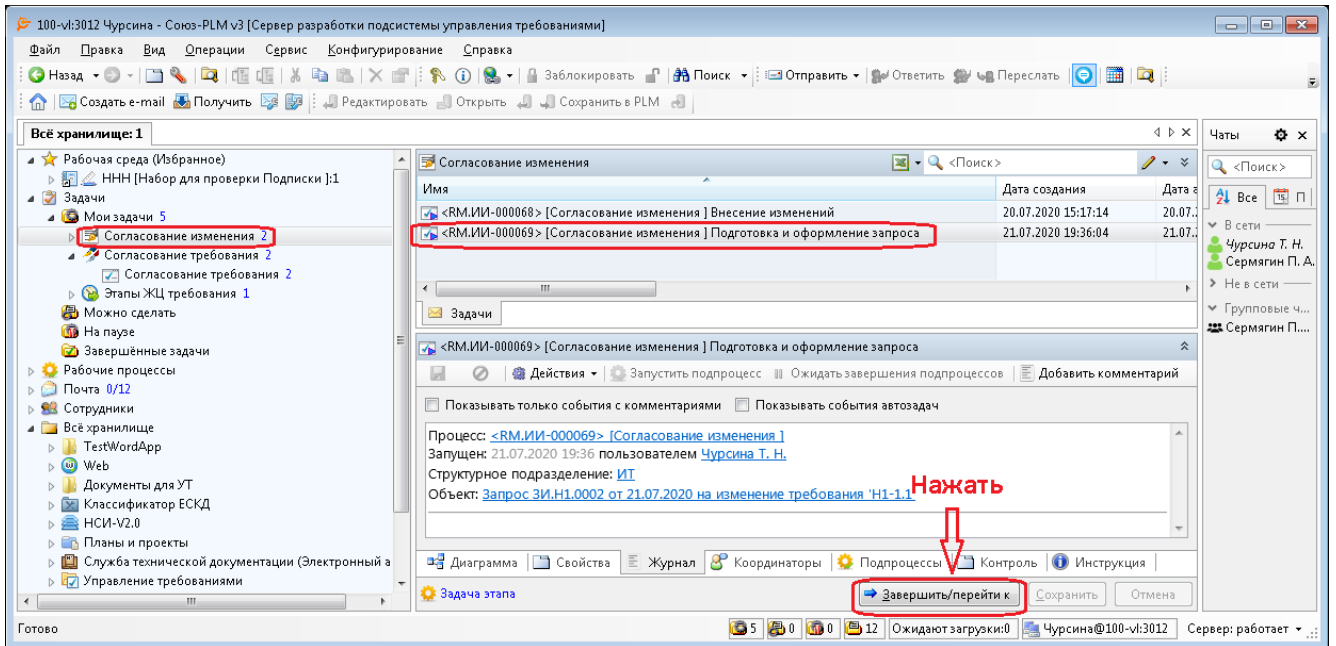

Рисунок 330 — Окно выбора задачи процесса
- в окне «Состав» (правая часть экрана) на закладке «Задачи» выбрать задачу процесса «[Согласование изменения] Подготовка и оформление запроса» (Рисунок 330);